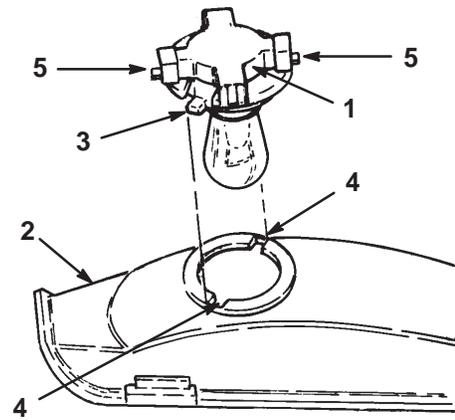

Bild 25
7. Drehen Sie die Birnenfassung um 1/4 Umdrehung entgegen dem Uhrzeigersinn und nehmen die Birne aus dem Reflektor (Bild 25).
3. Richten Sie die Nasen an der Birnenfassung mit den Schlitz im Reflektor aus (Bild 25).